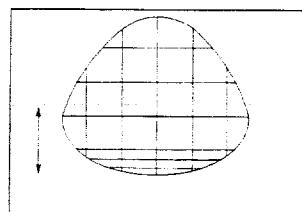

Fig. 4
- Ajuster la Symétrie Verticale pour obtenir una image symétrique entre le haut et le bas (fig. 4).